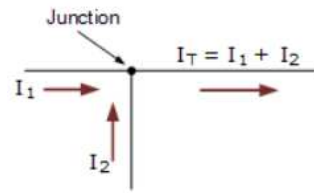

Abbildung 1.6: Knotenregel
1. *Knotenregel:* In einem Verzweigungspunkt (engl. Junction) ist die Summe der zufließenden Ströme gleich der Summe der wegfließenden Ströme. Im Beispiel in Abbildung 1.6 ist $I_1 + I_2 = I_T$.